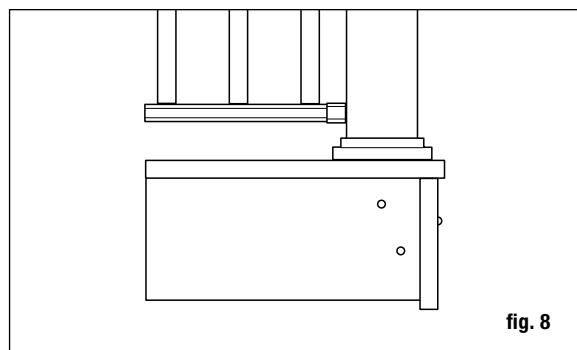

fig. 8
Paso 3 Posiciones, alinee verticalmente con un nivel, y sujeté con abrazaderas el poste de barandal de escalera a la cara interior del travesaño. Vuelva a alinear verticalmente. El poste de barandal de 10.2 x 10.2 cm (4x4 pulg.) debe sujetarse con pernos al interior del travesaño usando dos pernos de carrocería galvanizados de 1.27 x 15.24 cm (1/2 x 6 pulg.). Los postes en esquinas requieren un tercer perno de carrocería insertado a través de la viga adyacente (fig. 8). Los postes a nivel de piso deben fijarse en concreto.